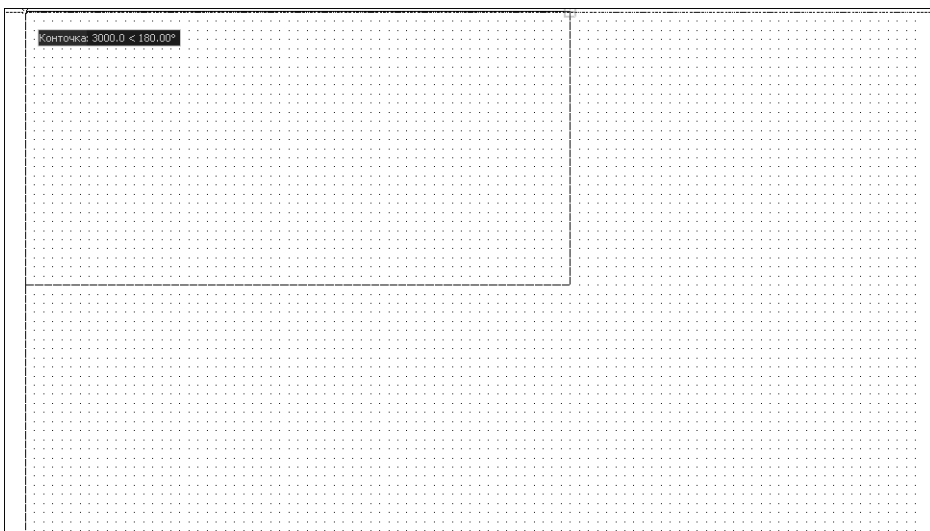

Рис. 3.11 ▼ Построение второй и третьей габаритных линий рабочей зоны
6. Переместите указатель-перекрестие влево по горизонтали и выберите точку с координатами 3000.0<180.00 (рис. 3.11).
**Примечание.** Сообщение **Конточка** (Endpoint), которое может появиться на экране, как показано на рис. 3.11, – это результат срабатывания режима объектной привязки, о котором мы будем говорить в последующих главах. Если вы считаете, что этот режим вам мешает, можете выключить его, а также режим отслеживания объектной привязки, щелкнув на кнопках-индикаторах **ПРИВЯЗКА** (OSNAP) и **ОТС-ОБЪЕКТ** (OTRACK), соответственно, для перевода их в ненажатое состояние.